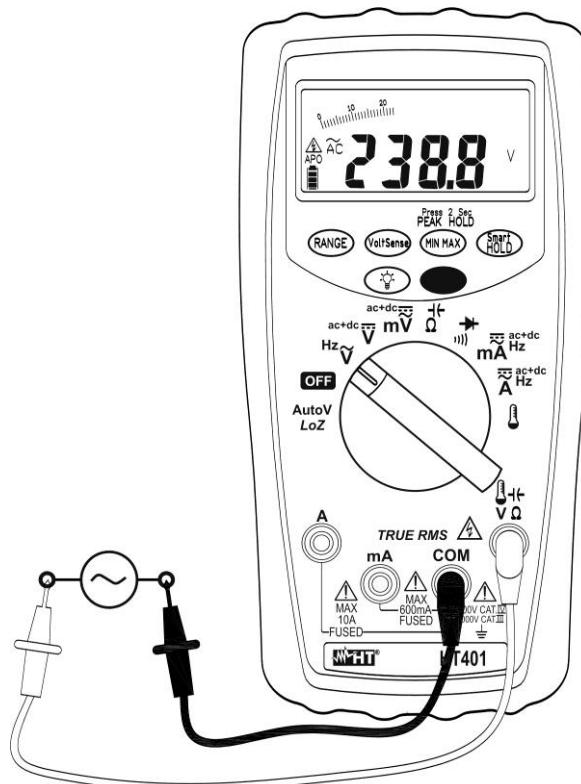

Fig. 3: Uso do instrumento para medir Tensões AC
4. Inserir o cabo vermelho no terminal de entrada  $\text{V}\Omega$  e o cabo preto no terminal de entrada **COM** (ver a Fig. 3).